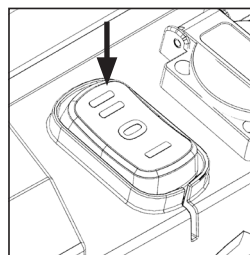

ABB. 2
- Schalten Sie nun den Kippschalter auf Stellung II - Staubsauger befindet sich im Standby-Modus. **(Abb. 2)**